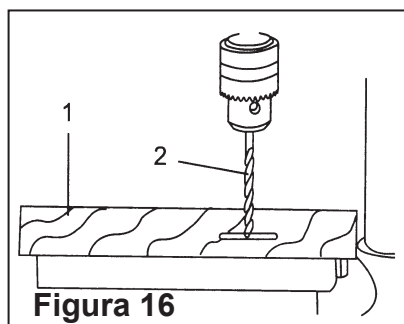

Figura 16
#### Pieza método (Figura 16 and 17)
1. Marca la profundidad (1) del agujero en el lateral de la pieza de trabajo. (Figura 16).
2. Con el interruptor "OFF", traerá la broca (2) hacia abajo hasta la punta del dedo es aún con la marca. (Figura 16).